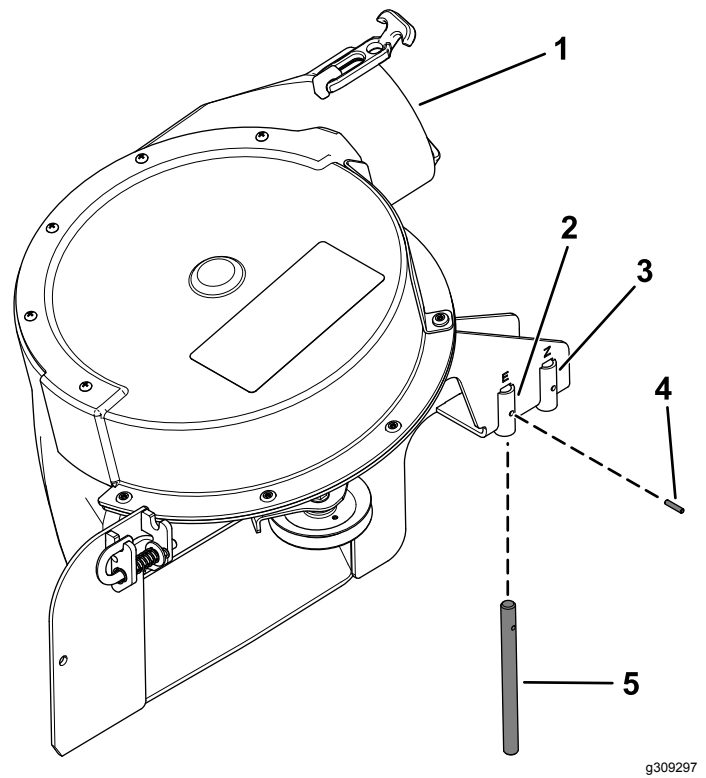

Figura 39
Verificate che il perno girevole sia fissato sul gruppo soffiatore nella posizione corretta (Figura 39).
- Se avete un piatto di taglio da 122 cm o 132 cm, montate il perno girevole nel foro anteriore (Figura 39).
- Se avete un piatto di taglio da 152 cm, montate il perno girevole nel foro posteriore (Figura 39).